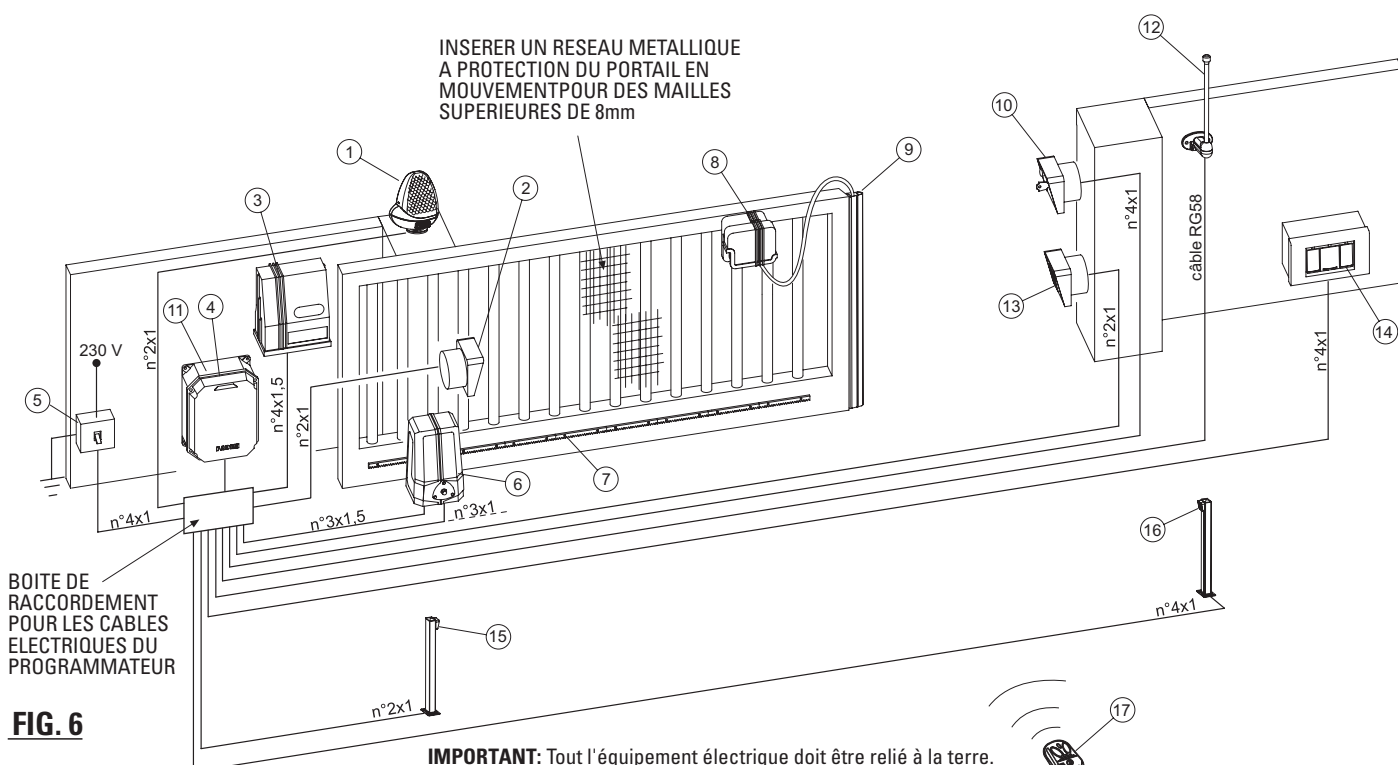

FIG. 6
- Les connexions électriques de l'**alimentation, du moteur électrique et de la lampe de signalisation** doivent être réalisées avec des câbles de 1,5 mm² de section pour une distance maximum de 50m. Pour des distances de plus de 50m il est recommandé d'utiliser des câbles électriques de 2mm² (Fig.6).
- Pour les **Fins de courses, les cellules photoélectriques, les boutons poussoir et les autres accessoires** on peut utiliser des câbles électriques de 1mm². (Fig.6)